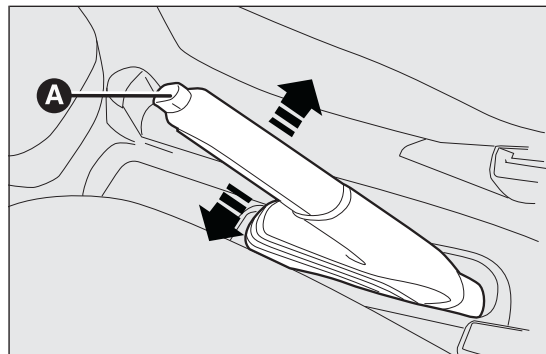

fig. 112
La palanca del freno de mano fig. 112 está situada entre los asientos delanteros.
- ☐ levantar ligeramente la palanca y pulsar el botón de desbloqueo A fig. 112;